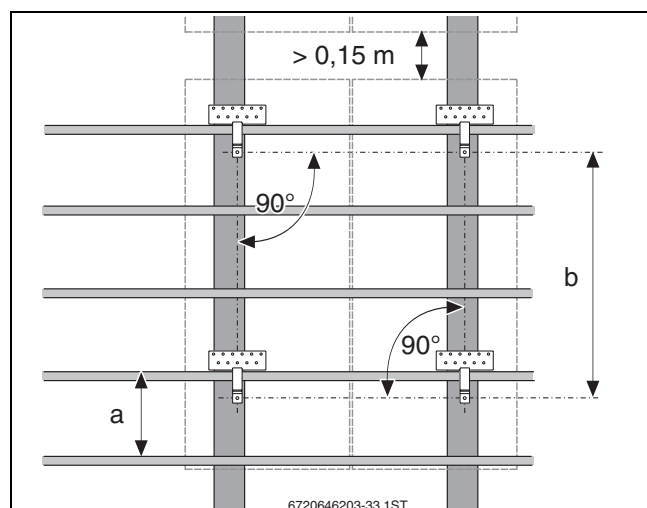

Fig. 17 Distancias que se deben mantener y ancho de cabrio
- Para poder montar el gancho de sujeción debe determinar las distancias del gancho de sujeción. Para ello, observar lo siguiente (→ fig. 17):
- Mantener la distancia entre los ganchos de sujeción (→ fig. 17).
- Seleccionar siempre la distancia mayor posible entre dos ganchos de sujeción verticales (→ fig. 17, medida b).
- Fijar las posiciones de los ganchos de sujeción (→ fig. 17 a 21 y tab. 11).